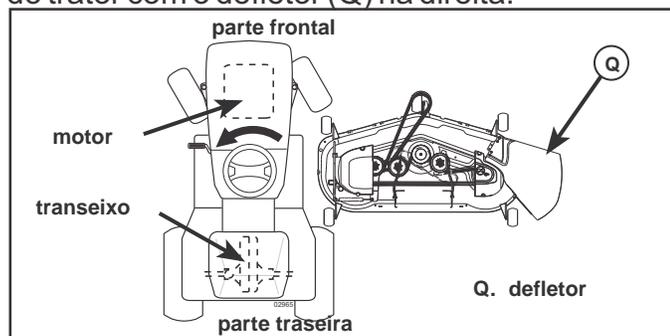

Fig. 23
3. GIRE O VOLANTE PARA A ESQUERDA E COLOQUE O CORTADOR NO LUGAR (Veja Fig. 23.)
• Gire o volante completamente para a esquerda e coloque o cortador de grama no lado direito do trator com o defletor (Q) na direita.